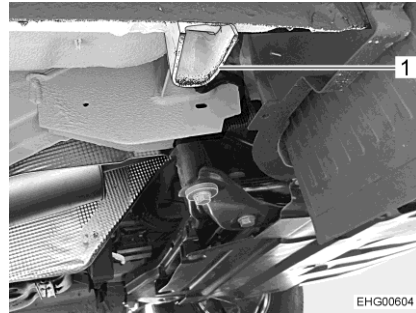

Bild 245 Aufnahme Vorderachse
- Wenn ein Rad an der Vorderachse gewechselt werden soll: Wagenheber an der dafür vorgesehenen Aufnahme (Bild 245,1) ansetzen.